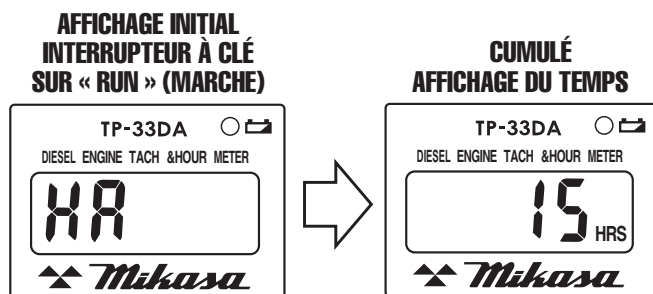

Figure 44. Tachymètre/Horamètre (Temps cumulé)
4. Après l'affichage initial de « **HA** » sur le tachymètre/horamètre, le compteur changera pour afficher le temps cumulé (Figure 44).